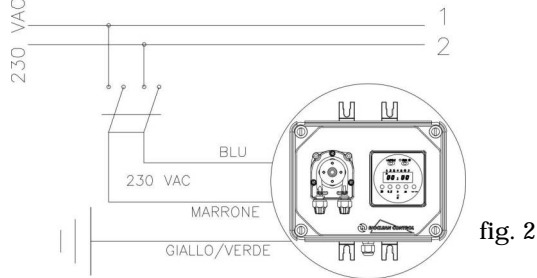

fig. 2
b.- Respete las leyes en vigor de cada país por lo que concierne a la instalación eléctrica (Fig. 2).